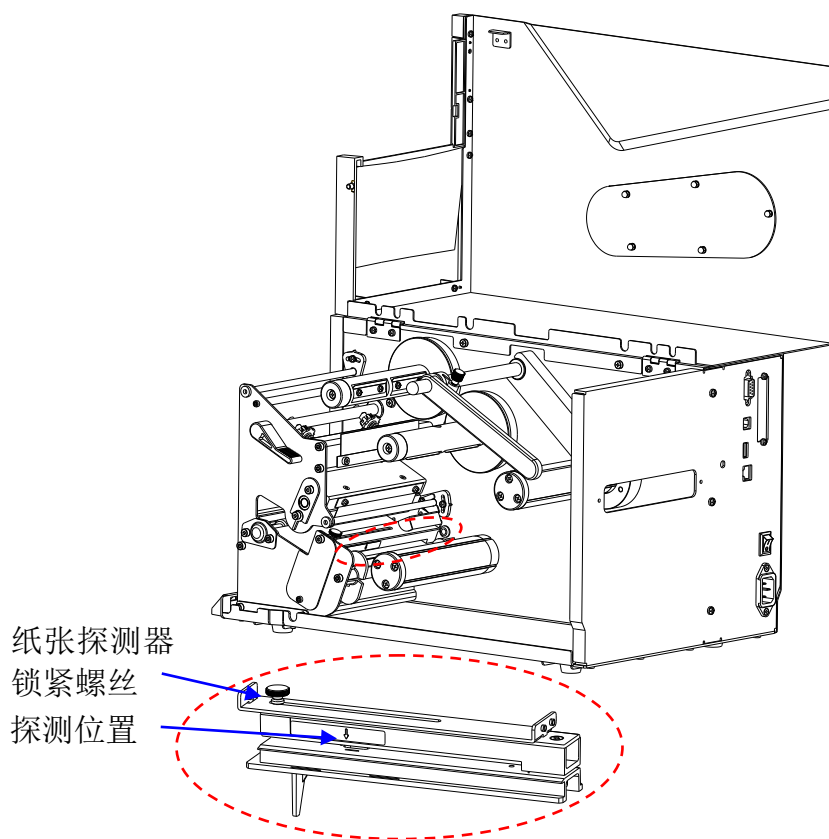

图 2-14
3. 拧松纸张探测器锁紧螺丝，移动纸张探测器到合适位置，使探测器上箭头标识对准标签间隙（定位黑标、定位孔），然后拧紧纸张探测器锁紧螺丝。如图 2-14 所示（以挡臂结构为例进行说明）。